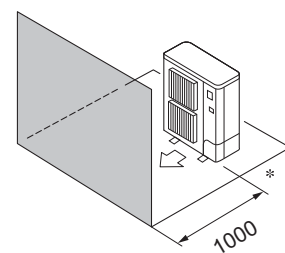

Fig. 3-8
- ④ Kun forhindringer foran (Fig. 3-8)